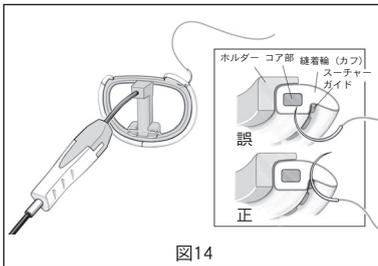

図14
2. 選択したリングの流出側にある縫着輪の緑色マーカ部に縫合糸を通します（図14）。リングに縫合針を通すときに抵抗を感じた場合は、縫合針をリングから引き抜き、図14に従って再度縫着輪に針を挿入し直します。